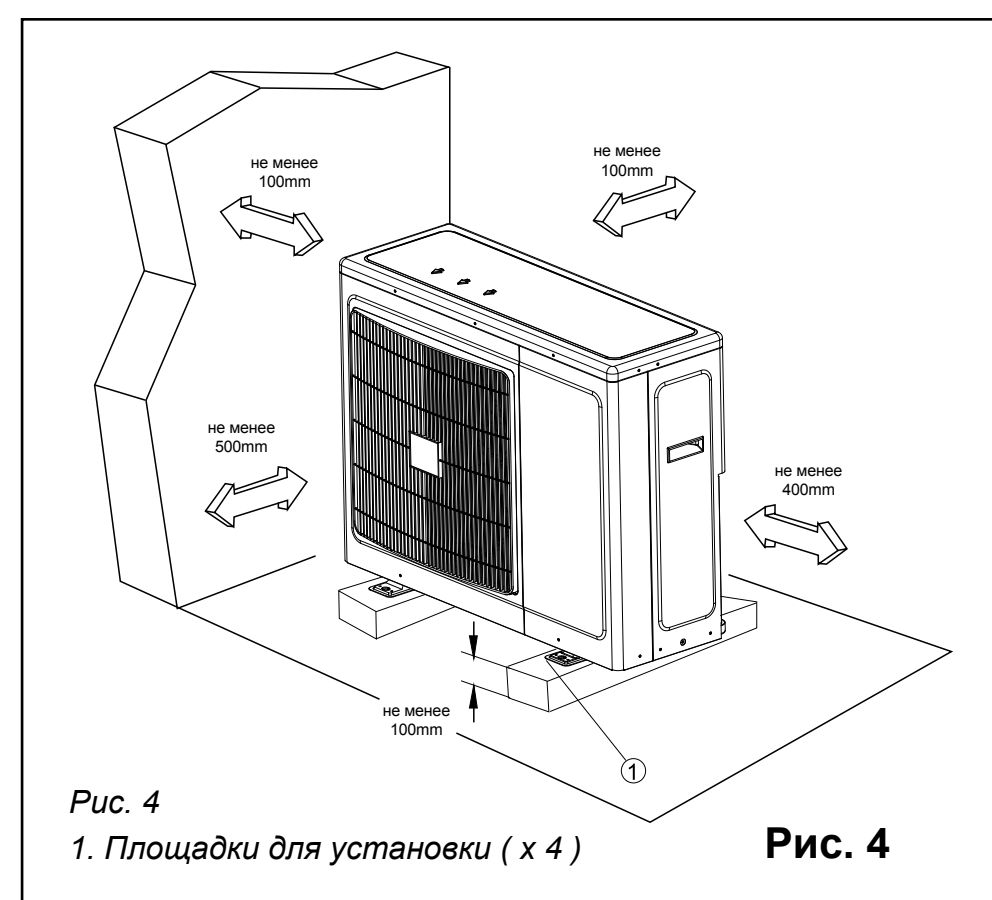

Рис. 4
1. Место расположения должно обеспечивать легкость технического обслуживания и хорошую циркуляцию воздуха, как показано на Рис. 4.